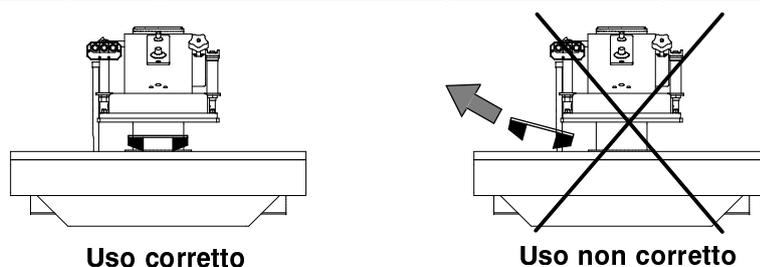

Fig. 17
**ATTENZIONE:** al fine di evitare tagli impropri o che la fustella sia proiettata nello spazio circostante causando danni, assicurarsi che il braccio copra sempre totalmente la fustella prima di azionare i pulsanti (Fig. 17).